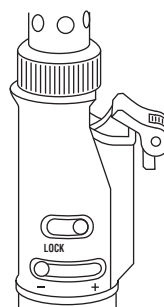

FIG. 8
- Une fois le chalumeau allumé, vous pouvez maintenir le doigt sur la gâchette pour préserver la flamme ou faire glisser le bouton de verrouillage en état de marche en position de verrouillage pour permettre un fonctionnement continu (Figure 8).